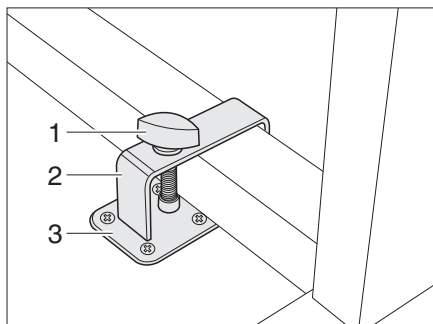
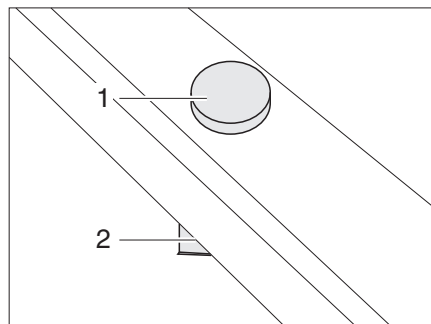

Fig. 58 Dispositif de blocage table pivotante à monture métallique
Fig. 59 Dispositif de blocage table pivotante à monture en plastique
- Placer la table pivotante près du support (Fig. 58,3) ou sur celui-ci (Fig. 59,2).
- Placer l'étrier (Fig. 58,2) avec la vis de fixation (Fig. 58,1) par-dessus le pied de table.
- Pousser l'étrier et, le cas échéant, la table pivotante de telle sorte que la vis de fixation (Fig. 58,1 ou Fig. 59,1) puisse être vissée dans le support (Fig. 58,3 ou Fig. 59,2).